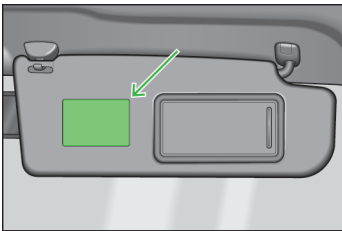

Abb. 125 Beifahrer-Sonnenblende / Aufkleber
- Auf der Beifahrer-Sonnenblende. Bei Fahrzeugen für einige Länder befindet sich auf der Beifahrer-Sonnenblende der Aufkleber » Abb. 125.